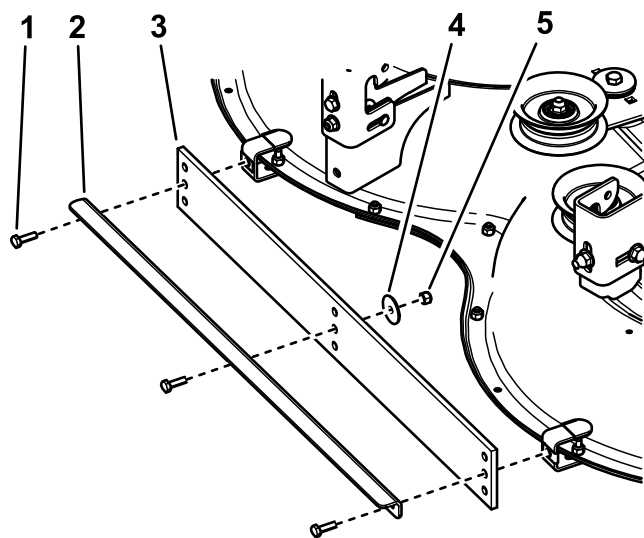

Figur 2
4. Monter beslagene i hullerne vist i Figur 2. Hold beslagets gummihætte stramt mod plæneklipperskjoldets bagside, og fastspænd.